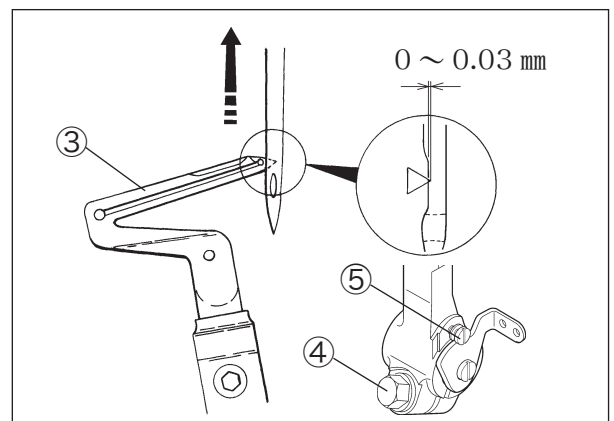

図 2-5
1. 針の高さを確認してから、針棒抱きの止ネジ①を締めてください。(P2「2.1.1 針の高さ」参照)
3. 下ルーパの前後位置を調節したとき、下ルーパの引け量を確認してから、図 2-5 の止ネジ④を締めてください。
4. 蓋ネジ②を取り付けるときは、液体ガスケットを塗布してください。